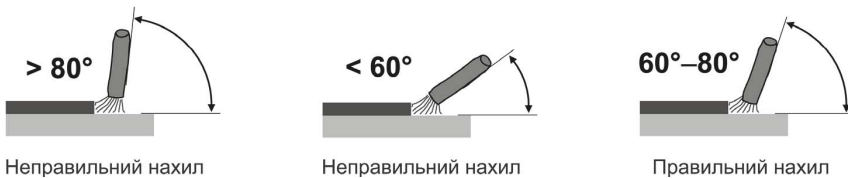

Рисунок 6. Кут розташування електрода із покриттям до деталі під час ручного дугового зварювання («ММА»).
1. Для отримання міцного зварювального з'єднання, крім правильного вибору зварювального струму, необхідно забезпечити правильне положення електрода до поверхні зварювання. Кут нахилу електрода бажано встановлювати у 60° – 80° (рис. 6). Занадто великий кут нахилу електрода призводить до утворення пористого зварювального шва, а занадто малий – до утворення великої кількості бризок металу й дуга стає нестійкою.